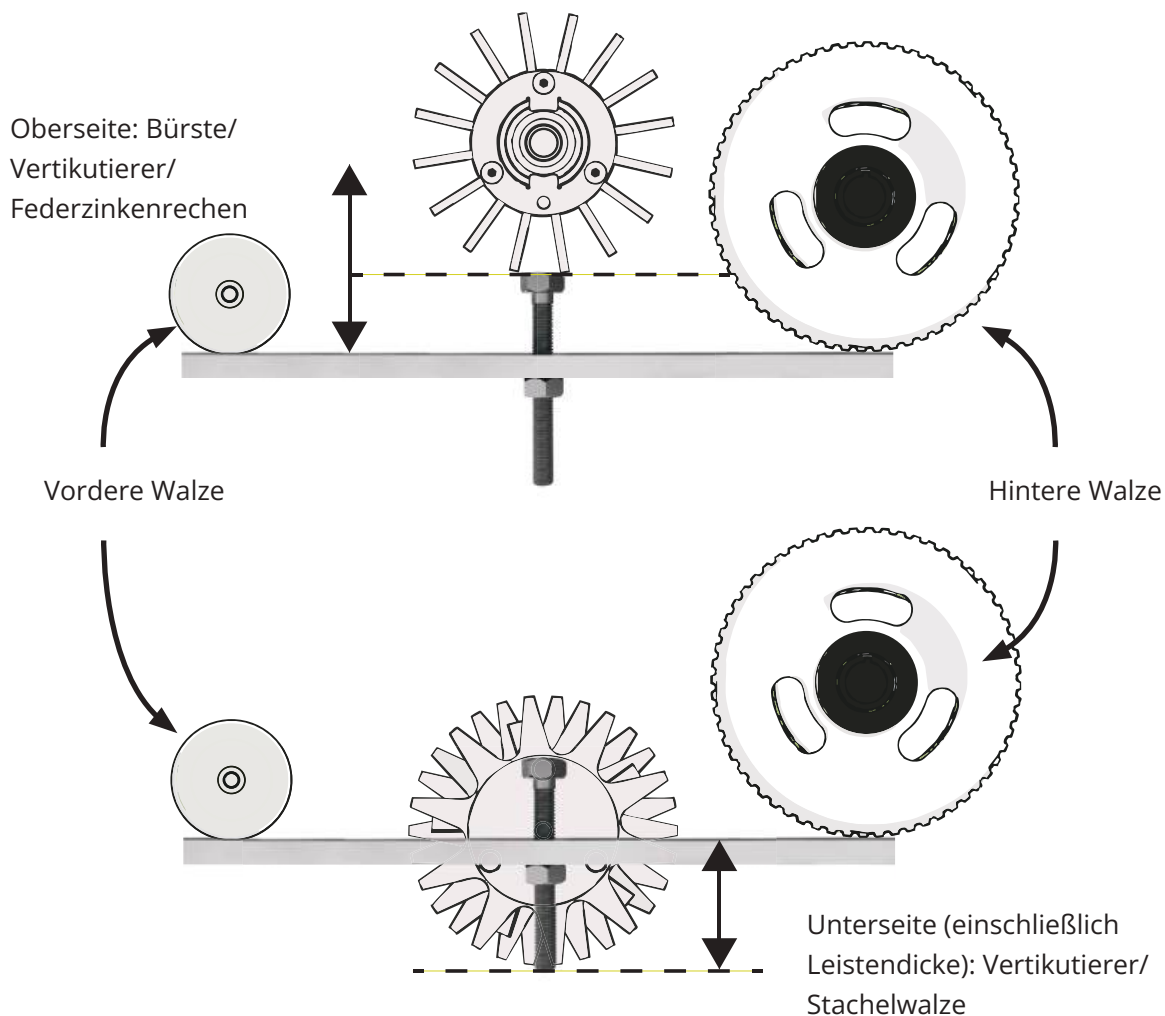

Fig.10. Einstellung mit der Einstelllehre für Kassetten über/unter der Bodenlinie.
3. An der Einstelllehre die Schraube so einstellen, dass der Abstand oberhalb oder unterhalb der Einstelllehre dem gewünschten Wert entspricht (Abb. 10). Bitte beachten:
7. Das Zahnrad drehen, um die vordere Walze anzuheben oder abzusenken. Positionieren Sie dabei die Einstelllehre erneut zwischen der vorderen und hinteren Walze. Beenden Sie den Einstellvorgang, wenn entweder die Spitzen der Borsten bzw. des Verti-Cutters mit dem Schraubenkopf oder die Spitzen des Vertikutierers bzw. der Stachelwalze mit dem Schraubenende bündig sind. (Abb.10). Die obere Klemmmutter leicht anziehen.